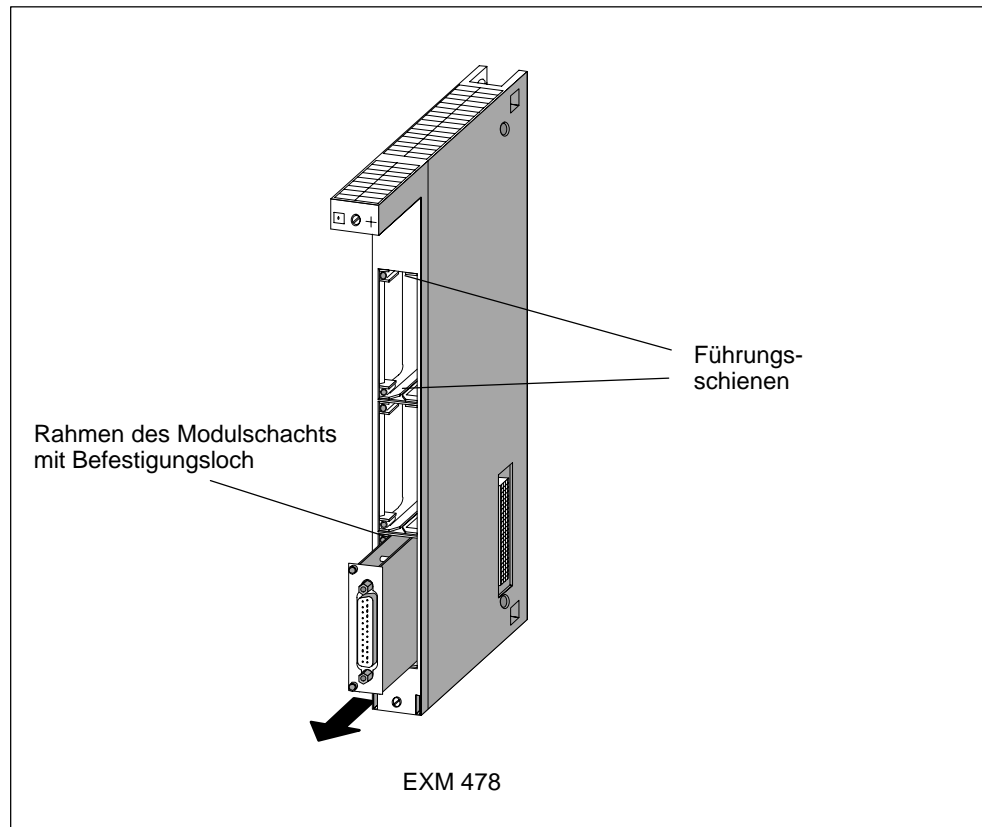

Bild 8-21 Schnittstellenmodul aus Modulschacht einer Erweiterungsbaugruppe ziehen
6. Ziehen Sie das Schnittstellenmodul vorsichtig aus der Führungsschiene des Modulschachts (siehe Bild 8-21). Halten Sie dabei das Schnittstellenmodul an den Längsseiten der Frontplatte fest.